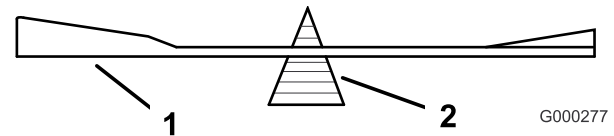

Figura 68
2. Verifique el equilibrio de la cuchilla colocándola sobre un equilibrador de cuchillas (Figura 68). Si la cuchilla se mantiene horizontal, está equilibrada y puede utilizarse. Si la cuchilla no está equilibrada, rebaje algo el metal en la parte de la vela solamente (Figura 68). Repita este procedimiento hasta que la cuchilla esté equilibrada.